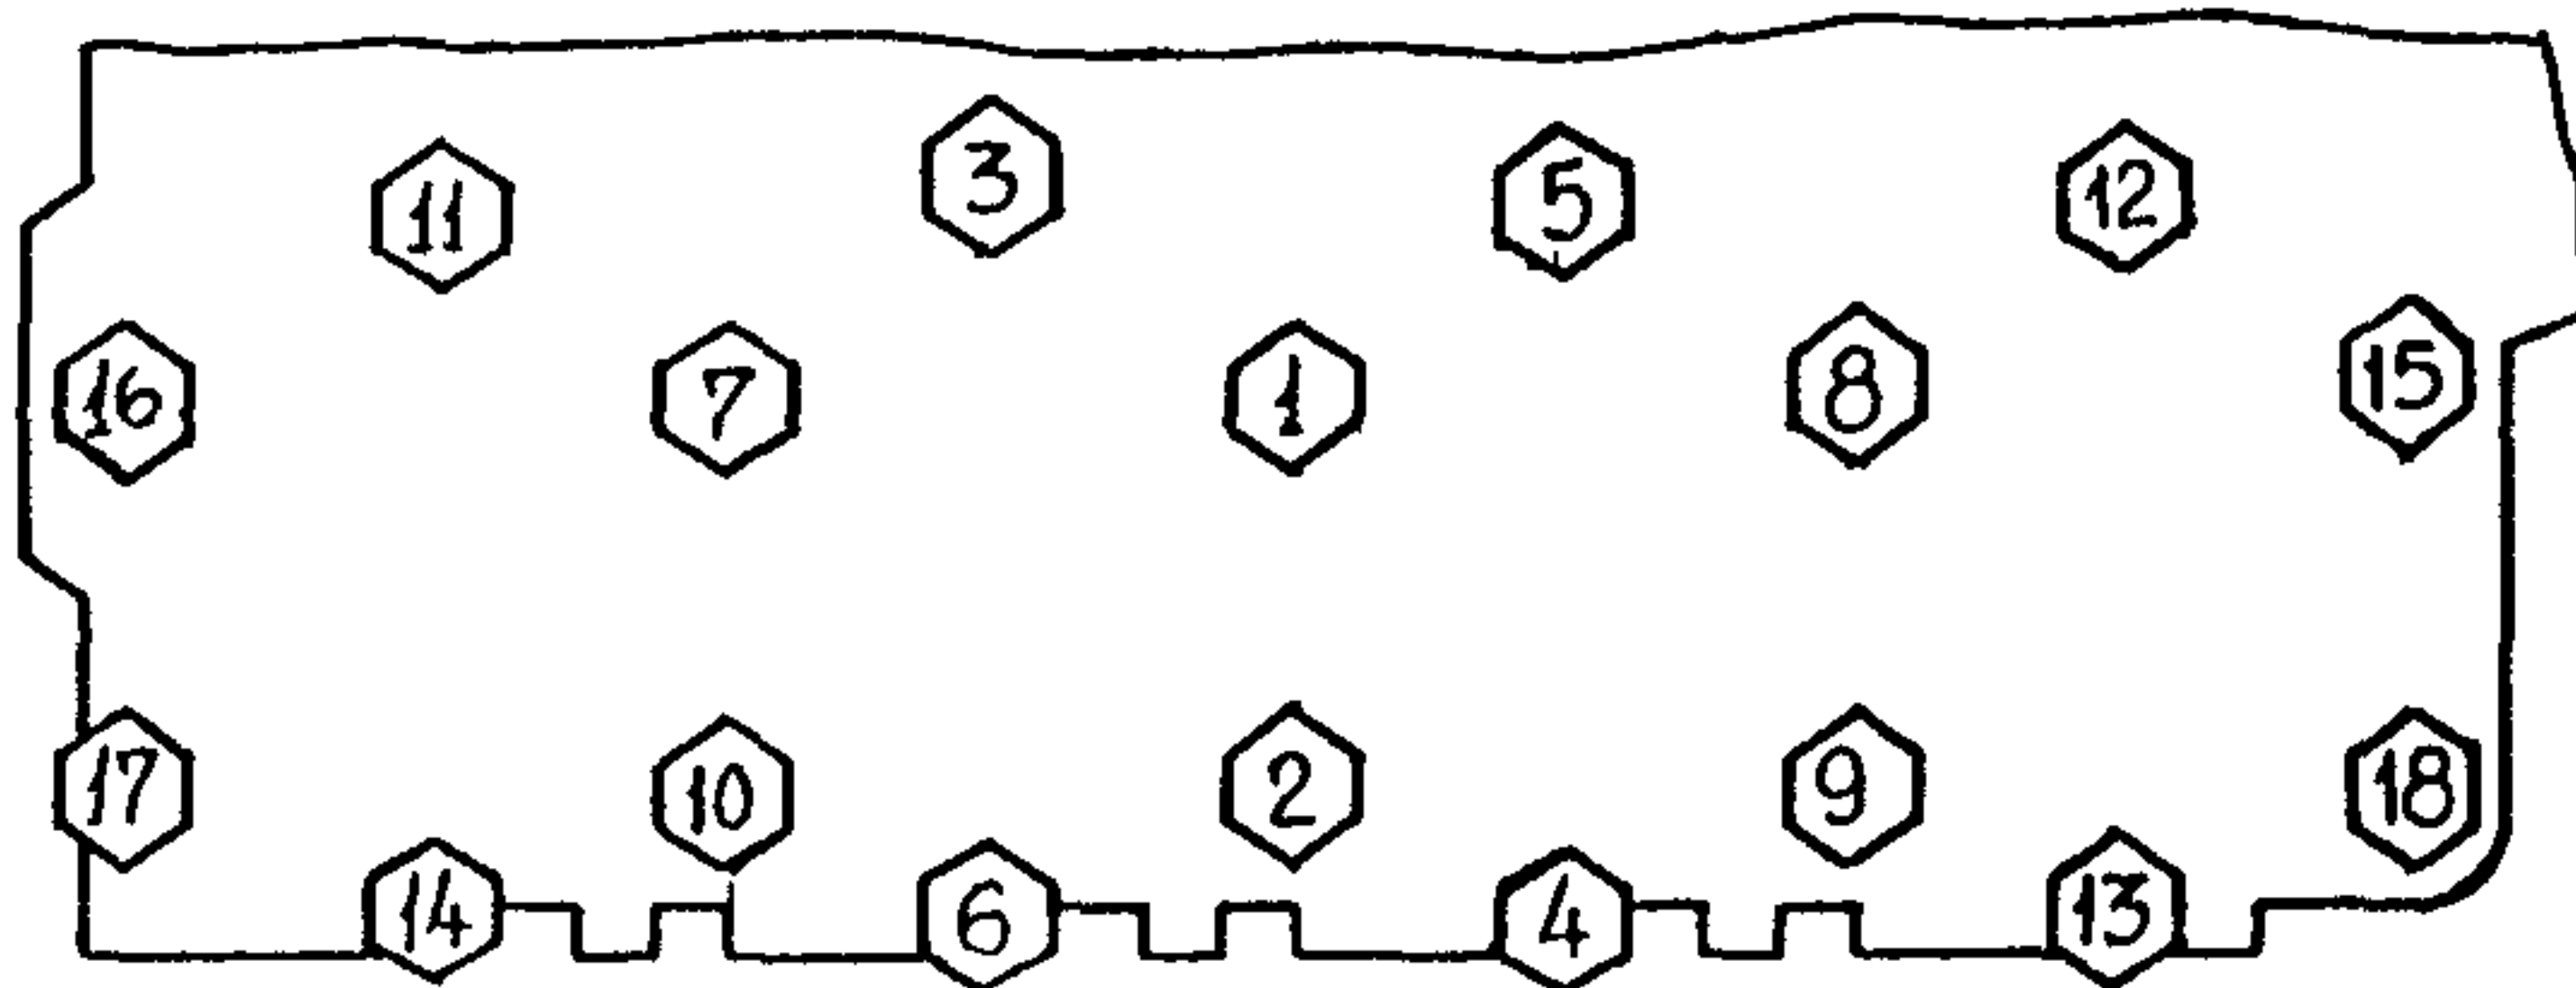

Рис. 5.25. Порядок затяжки гаек головки цилиндров двигателя ЗМЗ-53-07
1) поставить прокладки головок цилиндров 66-01-1003020-02 или 66-01-1003020-01 и головки цилиндров с клапанами в сборе, предварительно присоединить к ним выпускные коллекторы через прокладки 13-1008027-Б и установить свечи зажигания Г-53-07-3707010. Затяжку гаек и шпилек крепления головки производить моментом в пределах 7,3 - 7,8 кгс м в порядке, указанном на рис.5.25;